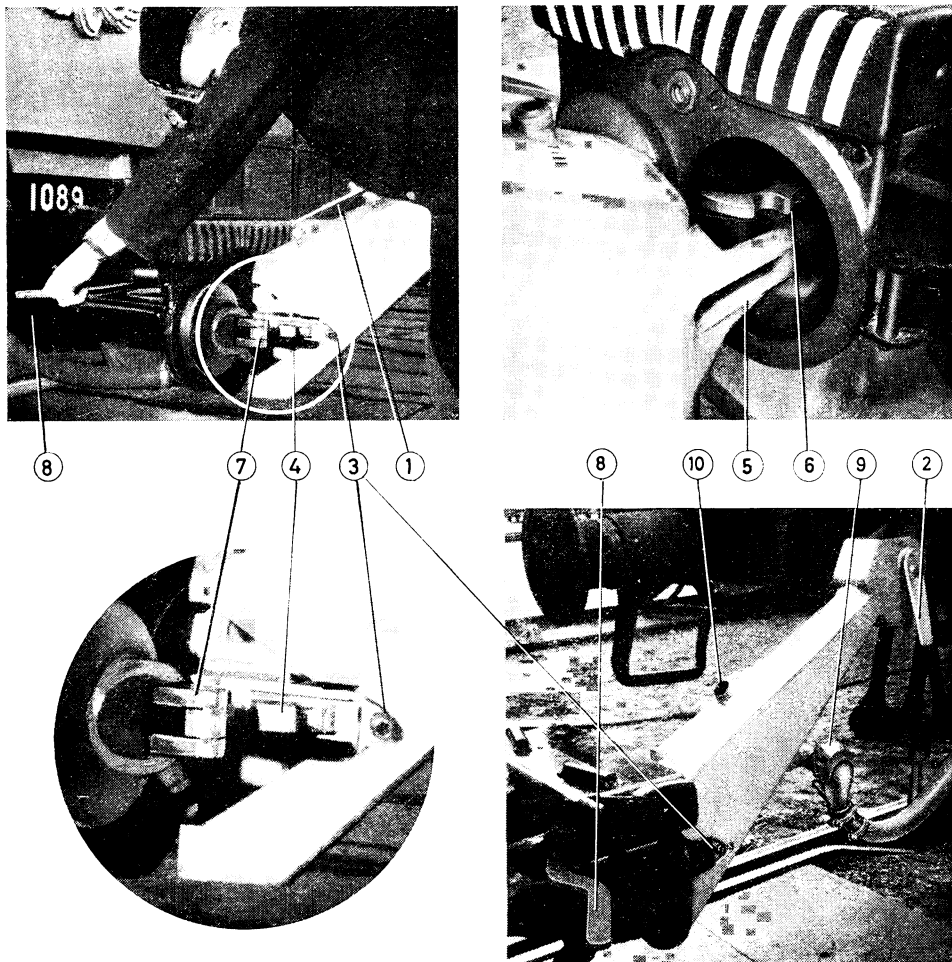
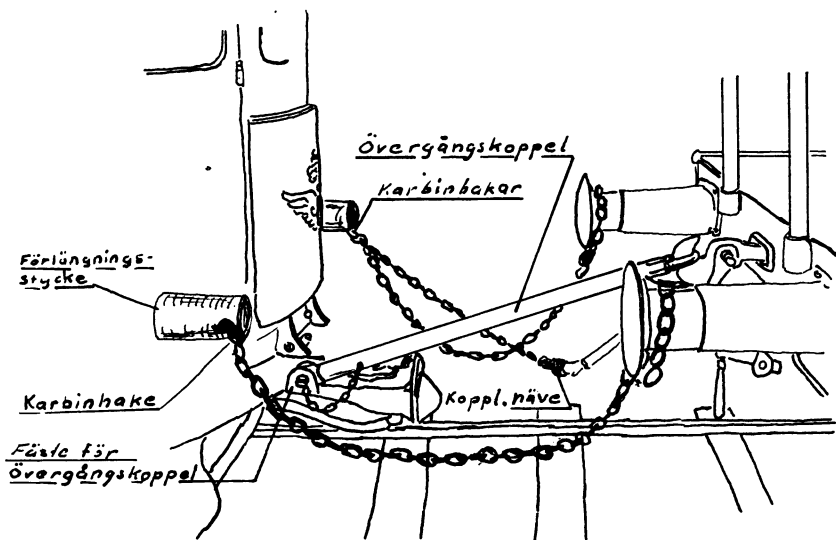

Fig 2
Fig 3
Övergångskoppel typ BnY2 skall användas (se fig 2).
Om övergångskoppel typ BnY2 (fig 2) finns tillgängligt, skall det användas, varvid anvisningarna på sid 10-11 gäller. I annat fall får övergångskoppel typ BnY1 (fig 3) användas, varvid följande anvisningar gäller.
2) Säkerhetskättingarna skall fästas dels vid fordonet med automatkoppel, dels vid buffertarna på det andra fordonet såsom fig 3 visar.